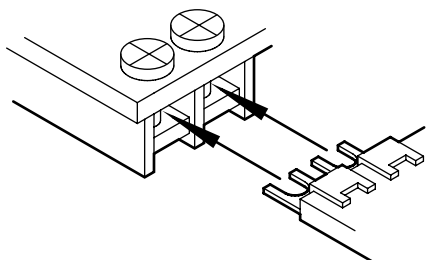

Fig.1
- enfiler les terminaux du circuit imprimé du secret entre les traces du circuit imprimé du poste et les écrous des bornes (Fig. 1);